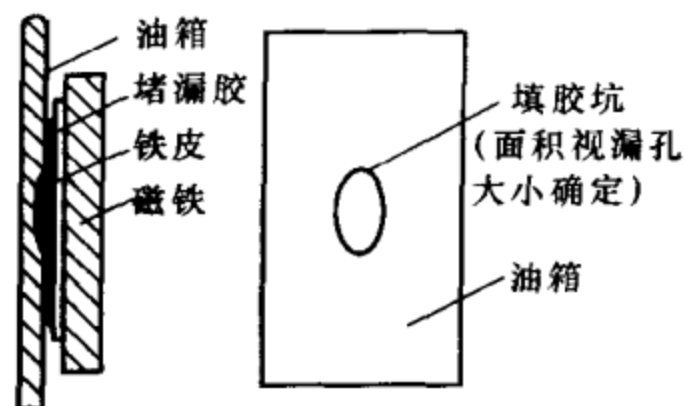

图 1-47 吸附法堵漏示意图
(3) 吸附法：在环境温度低于 0°C 工况下堵漏，堵漏胶固化时间长，如电气设备油箱的内压力很大，在堵漏胶还没有固化时，油从胶里渗出，当胶固化后，胶里形成油隙会继续渗油。为此，可在堵漏表面敷上 0.75mm 厚的铁皮，再用永久磁铁吸在油箱漏油处敷的铁皮上，以达到堵漏目的，如图 1-47 所示。在堵漏胶固化后，可取掉磁铁。